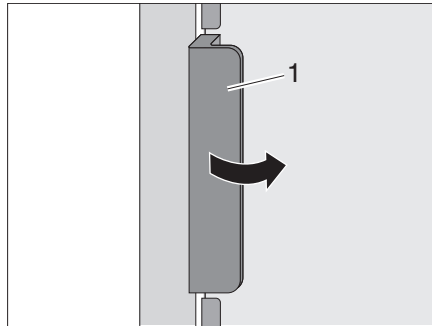
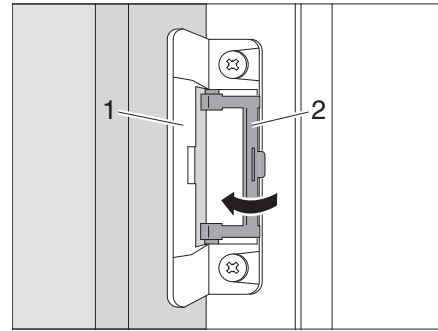

Fig. 334 Abrir la puerta del frigorífico
Fig. 335 Bloquear la posición de ventilación
**Abrir:** ■ Abrir la puerta del frigorífico con el tirador (Fig. 334,1). El bloqueo (Fig. 335,1) se abre automáticamente.
■ Soltar el bloqueo (Fig. 335,2).